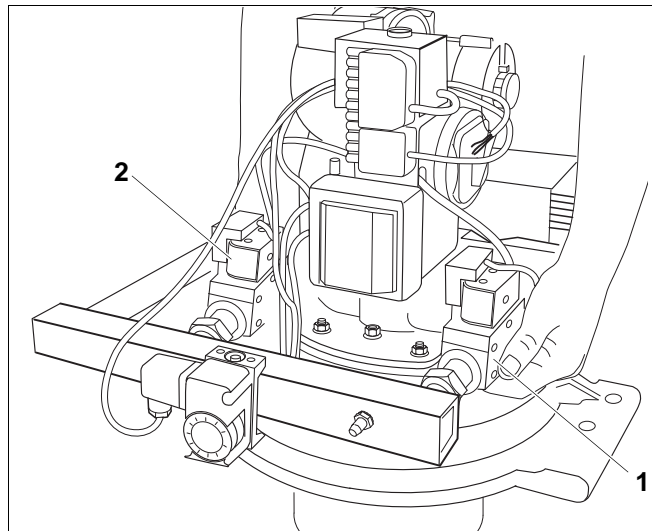

Рис. 6 Распаковка горелки
- Выньте горелку VM из коробки, подняв ее с двух сторон сзади газовых арматур (рис. 6, поз. 1 и 2).